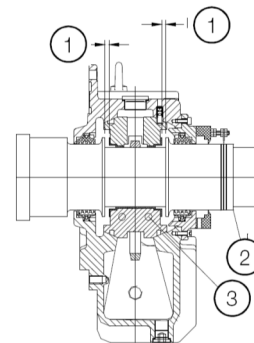

Figura 4.16: Cojinete de deslizamiento
**Detalle de la Figura 4.16:**